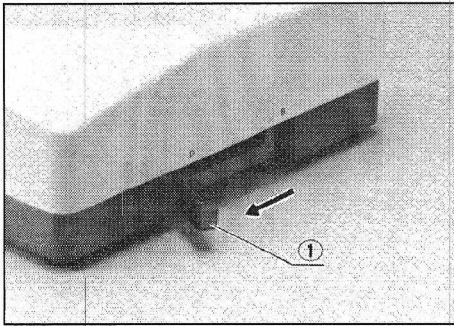

Abb. 25
- ① Schieber ① in Position D stellen (Abb. 25).
- ② Damit der Dunkelfeldeffekt verbessert wird, muß das wasserabweisende Glas entfernt werden. Dazu dieses gegen den Uhrzeigersinn drehen und darauf achten, daß kein Wasser in den Sockel gelangt.